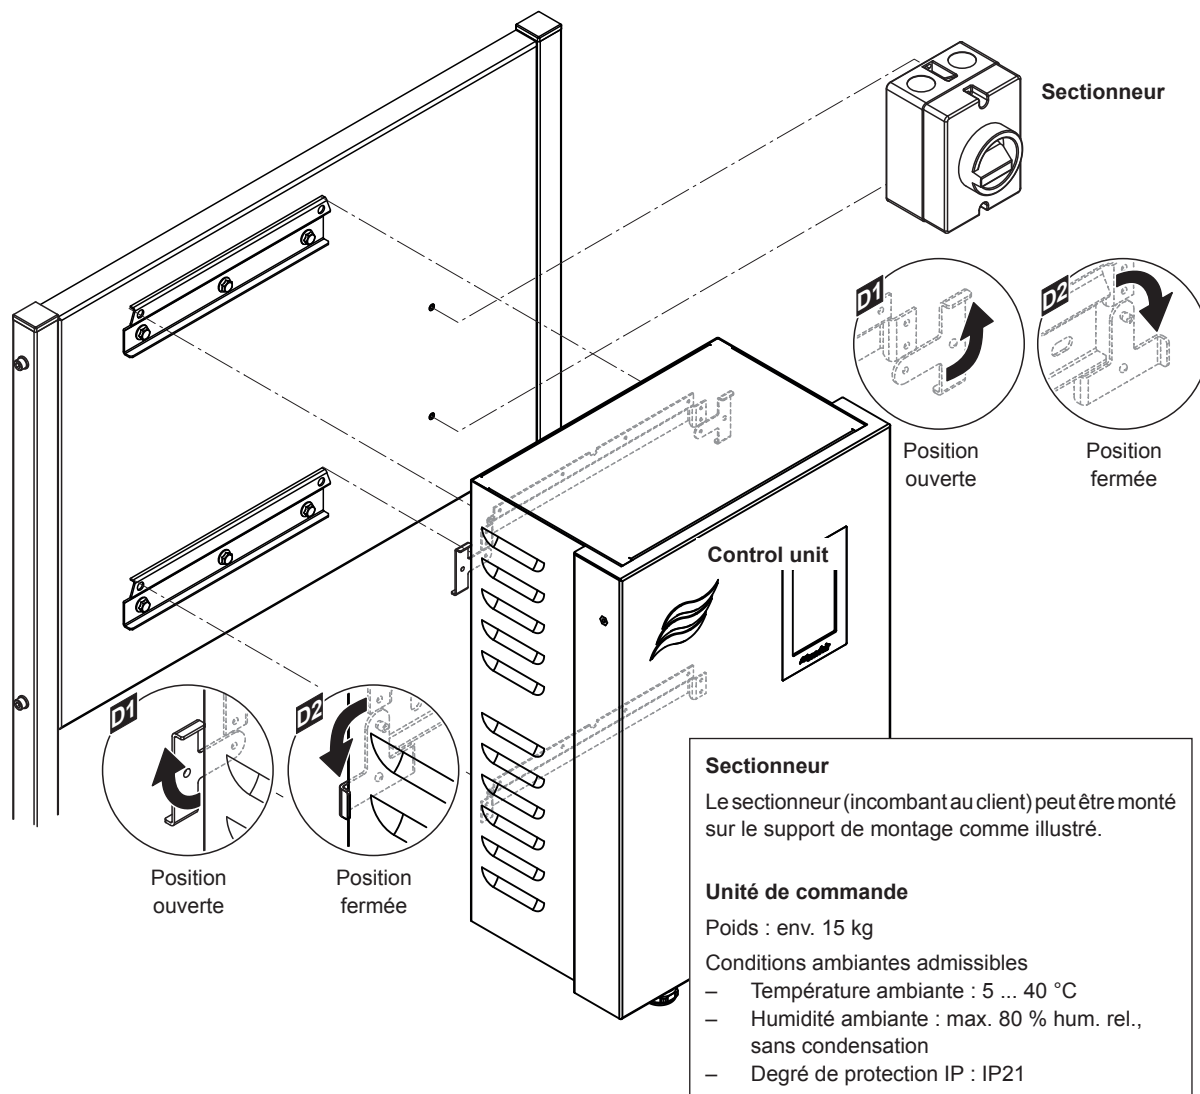

Fig. 42: Montage de l'unité de commande sur le rack de montage - cotes en mm
1. Tourner vers l'extérieur les deux languettes d'arrêt situées des deux côtés de l'unité centrale (position ouverte, voir détail "B" dans Fig. 42).
3. Tourner ensuite vers l'intérieur les deux languettes d'arrêt situées à l'arrière de l'unité centrale (position fermée, voir détail "C" dans Fig. 42) pour fixer l'unité centrale à la fixation murale supérieure.